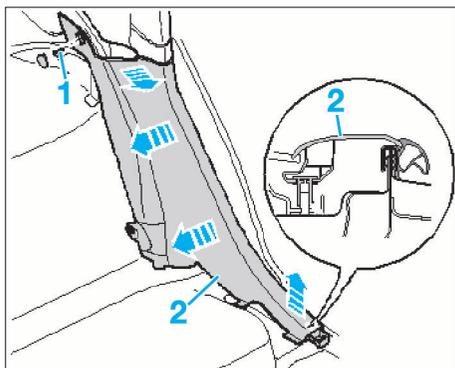

FIG. 27
- déposer la vis (1) (Fig.27).